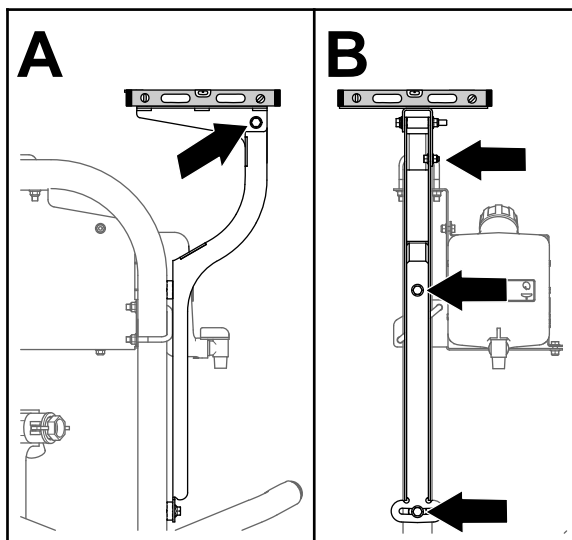

Figura 154
3. Nivele a placa do recetor da esquerda para a direita (Figura 154).
5. Nivele a placa do recetor da frente para trás (Figura 154).